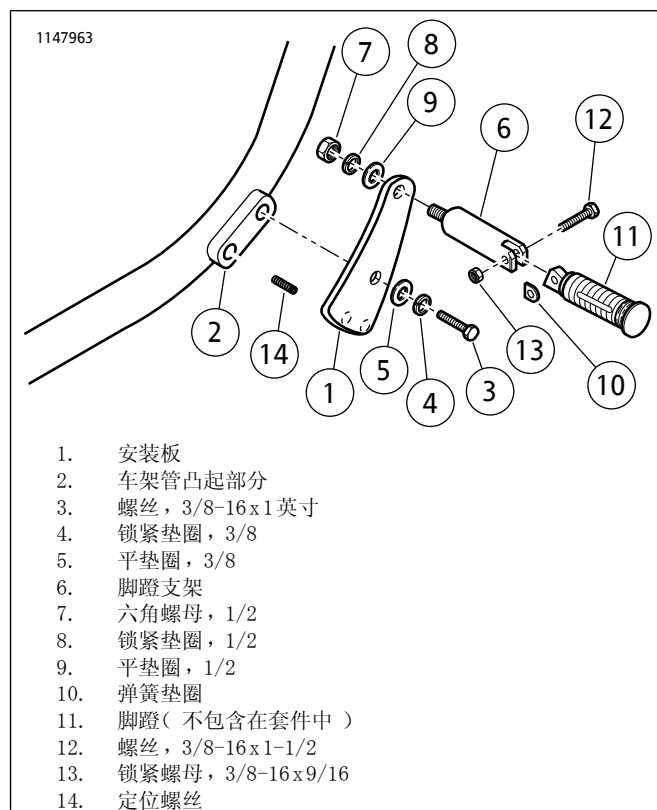

图1。脚蹬和脚蹬安装套件安装（车辆右侧）
1. 参见图1。将定位螺丝（14）安装到下部车架管（2）上，露出定位螺丝 0.20 英寸（或三个螺纹）。